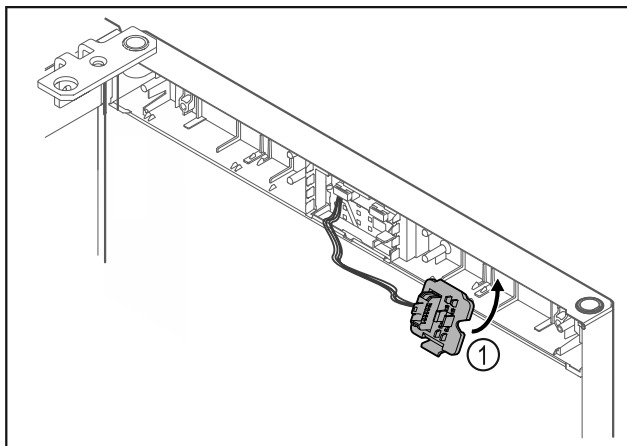

Fig. 16
- ▶ Zatrzasknąć uchwyt wtyczki Fig. 16 (1) po przeciwnej stronie.